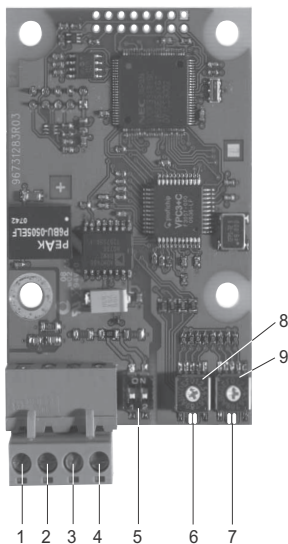

Рис. 1 Модуль CIM 1XX Profibus
**Указание** Источник питания, поз. 4, рис. 1, должен использоваться только для внешнего питания.